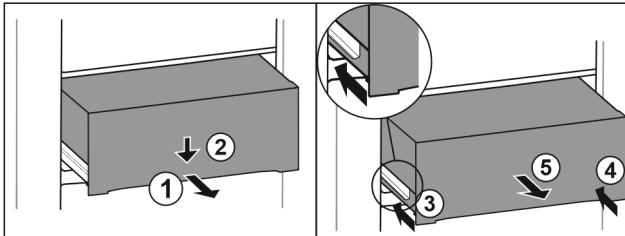

Fig. 144
- ▶ Вытяните выдвижной ящик наполовину. *Fig. 144 (1)*
- ▶ Вдавите выдвижной ящик в передней части вниз. *Fig. 144 (2)*
- ▶ Задвиньте левую направляющую прим. на 2 см. *Fig. 144 (3)*
- ▶ Задвиньте правую направляющую прим. на 2 см. *Fig. 144 (4)*
- ▶ Извлеките выдвижной ящик движением вперед. *Fig. 144 (5)*